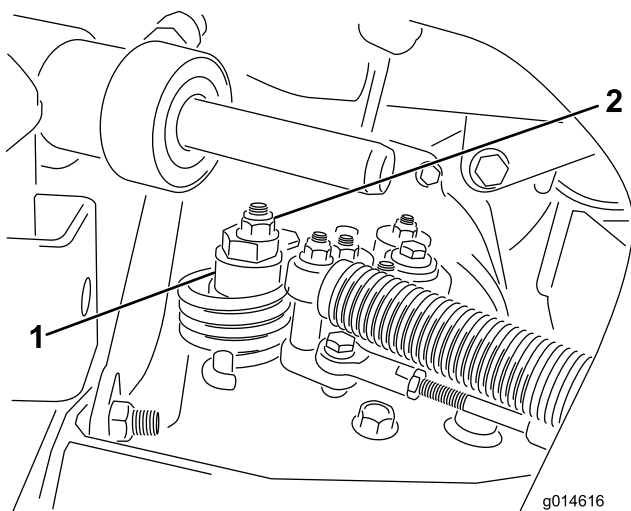

Figura 48
- A. Liberte a porca que fixa o disco excêntrico ao cimo do hidróstato (Figura 48).
- C. Rode o disco excêntrico até eliminar a deslocação em qualquer um dos sentidos. Quando a roda deixar de rodar, aperte a porca, bloqueando deste modo o disco excêntrico e fixando a posição de ajuste (Figura 48). Verifique se o ajuste é o adequado colocando o regulador nas posições SLOW e FAST.